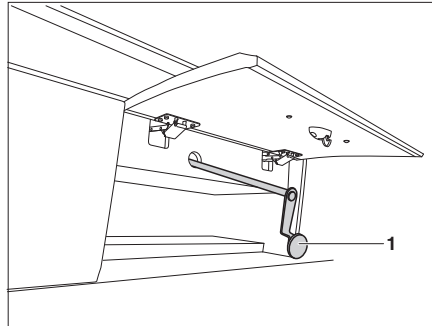

Bild 157 Nödmanövrering för elektrisk höjbar säng
- ▶ Vid strömavbrott kan den elektriskt höjbara sängen också manövreras med en nödvev (Bild 157). Denna befinner sig bakom en förvaringslucka.